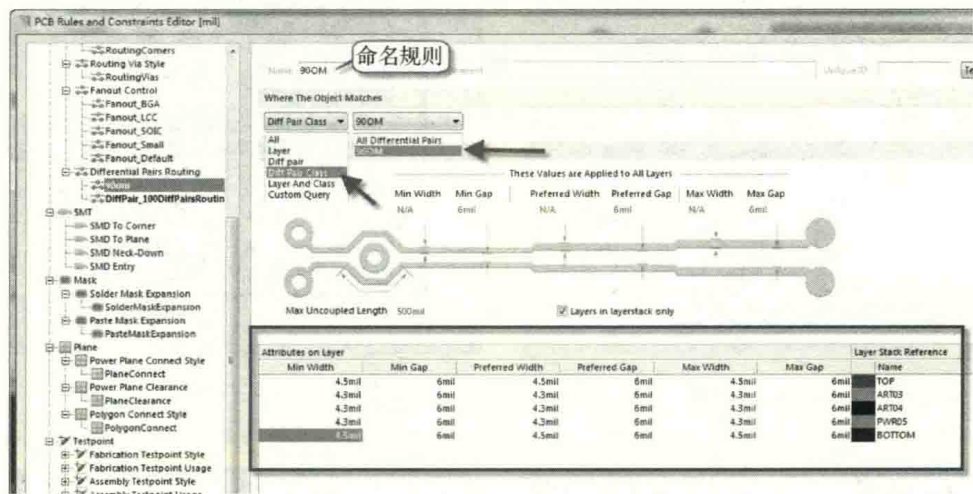

图 9-45 手工法创建差分规则
(1) 执行菜单命令“Design-Rules...”或者按快捷键“DR”，进入规则约束管理器。
- (2) 在“Differential Pairs Routing”上单击鼠标右键，从弹出的菜单中选择“New Rule...”选项，这里以创建 90 欧姆差分规则为例进行说明。
- (3) 按照图 9-45 所示填写相关参数。
- ① Name: 填写这个差分规则的名称，如“90OM”。
- ② Where The Object Matches: 选择规则应用范围，选择“Diff Pair Class”，然后选择创建好的“90OM”。
- ③ Rule Properties / Attributes on Layer: 根据阻抗要求填入线宽和间距的数据。
- (4) 单击“Apply”按钮，差分规则创建完毕。